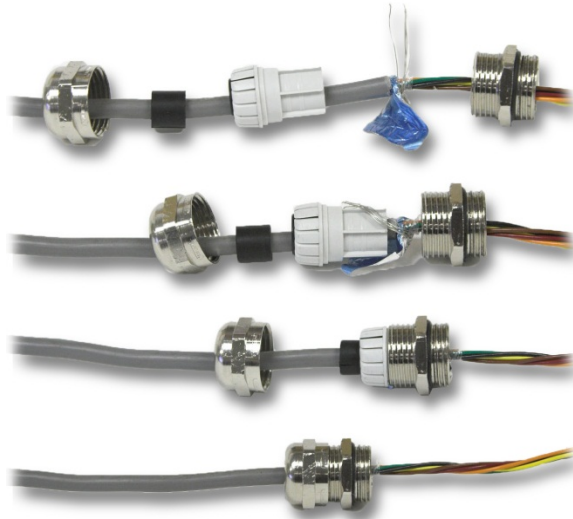

Figura 3-7: Terminação de blindagem no prensa-cabos
- Todos os cabos que incluem blindagem (exceto o cabeamento de interface de circuito de corrente) devem ter a blindagem terminada no prensa-cabo como mostrado na Figura 3-7. Distribua os fios blindados e se certifique que o fio de blindagem esteja presente para estabelecer um bom contato com a peça de metal do cabo-prensa.